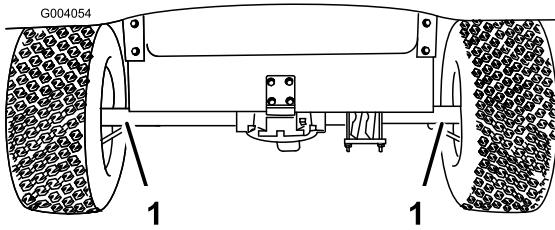
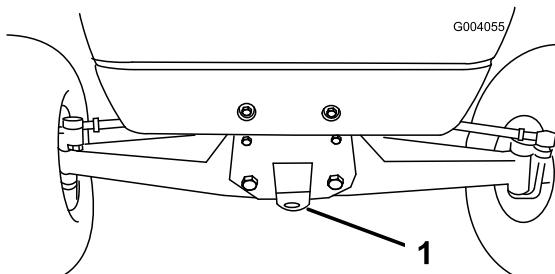

図 31
図 32
長距離を運ぶ場合にはトレーラを使用してください。必ず確実に固定して輸送してください。ロープ掛けのポイントについては図 31 と図 32 を参照してください。
- 前フレームのトングにロープなどの牽引索を取り付ける（図 32）。